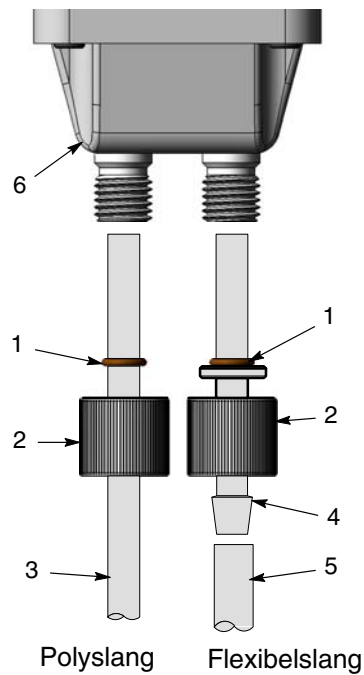

Bild 3-12 Installation av slangar för Prodigy HDLV-pump
1. Se bild 3-12. Tag av en klämmutter för slang (2) och O-ring (1) från pumpen.
2. Sätt på O-ring på slangadaptorn (4), så att den ligger mot adaptorns fläns.
3. Sätt i adapterändan i slitblocket (6).
5. Skjut på den flexibla pulverslangen (5) på den hullingförsedda adaptorns ände.
1. Se bild 3-12. Tag av klämmuttern (2) och O-ring (1) från pumpen.
2. Skjut klämmuttern över polyslangen (3).
4. Skjut in polyslangen i slitblocket (6) tills att det bottnar.